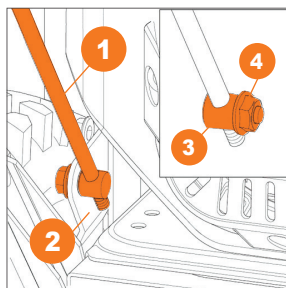

Рис. 8
- Подсоедините штангу изменения положения щетки **1** к специальному кронштейну **2** подметальной машины и вставьте её в направляющую гильзу **3** зафиксируйте гайкой **4** (Рис. 8).